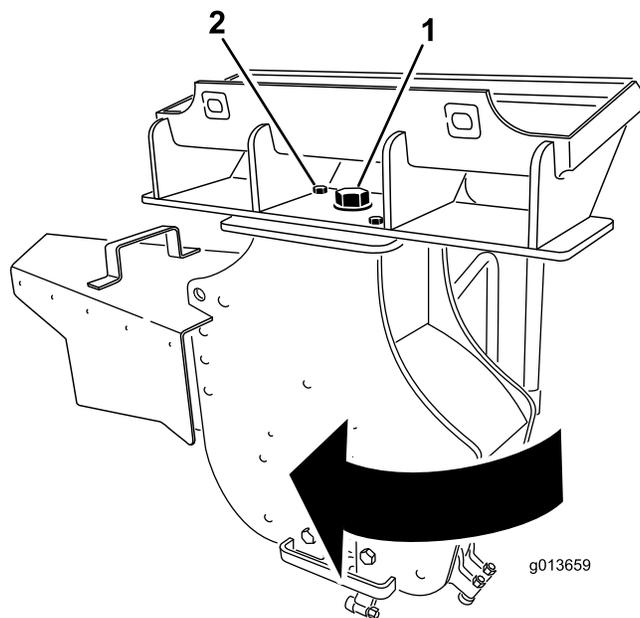

図 14
3. グラインダの上部にある大きなボルトをゆるめる 図 14。
4. グラインダを固定している前ボルトとナットを外す 図 14。
5. グラインダを右まわりに 30 度回転させる 図 14。
6. 図 14のように、グラインダの上部にある大きなボルトを、406 Nm/42 kg.m = 300 ft-lbにトルク締めする。
7. 図 14のように、前ボルトとナットを取り付けて、101 Nm/10 kg.m = 75 ft-lbにトルク締めする。
13. グラインダの上部にある大きなボルトをゆるめる 図 14。
14. グラインダを固定している前ボルトとナットを外す 図 14。
15. グラインダを左まわりに 30 度回転させる 図 14。
16. 図 14のように、グラインダの上部にある大きなボルトを、406 Nm/42 kg.m = 300 ft-lbにトルク締めする。
17. 図 14のように、前ボルトとナットを取り付けて、101 Nm/10 kg.m = 75 ft-lbにトルク締めする。